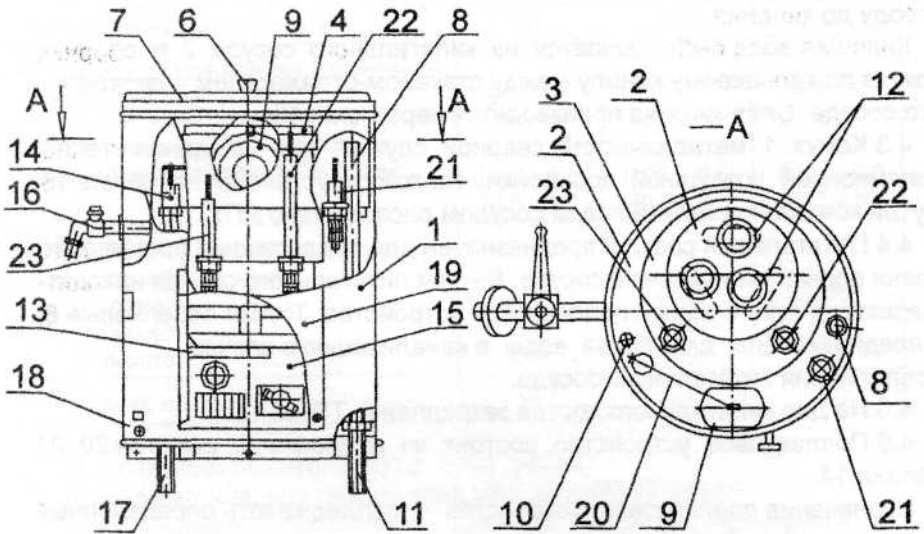

Рисунок 1 - Схема кипятильника:
4.1 Кипятильник (рисунок 1) представляет собой сосуд цилиндрической формы, состоящий из кожуха 1 и кипятильного сосуда 2, сборника кипятка 3, стакана-отражателя 4, питательного сосуда 5, поплавкового устройства 9, 20, 21, датчика сухого хода 22, крышки 7, автоматического пускового устройства (АПУ) 13, электрода верхнего уровня 22, электрода нижнего уровня 23.
6.6 После проведения электромонтажных работ панель 19 (см. рисунок 1) установить так, чтобы зазор в углах между панелью и кожухом был более 2,5 мм.
1) снять панель 19 (см. рисунок 1);